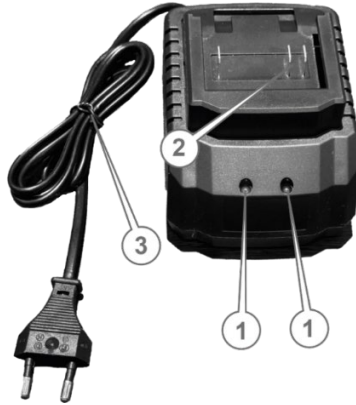

Рисунок 4. Загальний вигляд зарядного пристрою.
4. Контролювати ступінь заряджання акумулятора за кольором індикаторів (1, рис. 4).